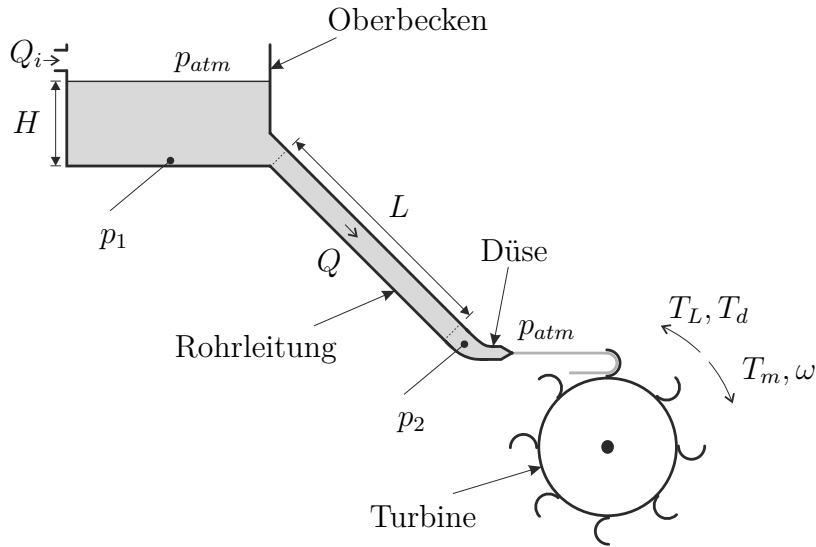

Abbildung 1: Darstellung des Speicherkraftwerks.
1. Im Folgenden wird das Speicherkraftwerk aus Abbildung 1 betrachtet. Das im Oberbecken gesammelte Wasser fließt über eine Rohrleitung zur Düse, welche einen konzentrierten Wasserstrahl bildet und damit die Turbine antreibt.